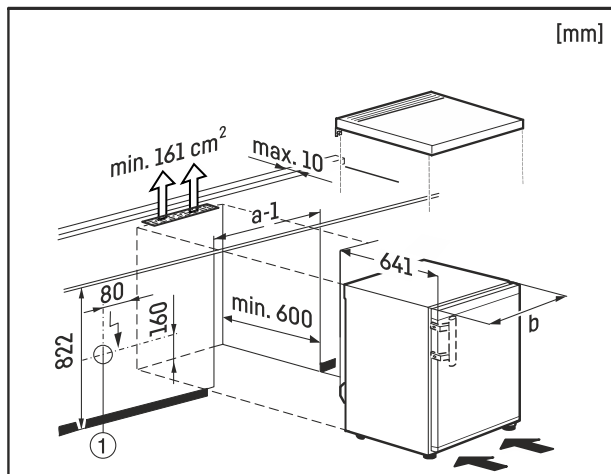

Fig. 9
La presa Fig. 9 (1) deve essere in questo caso disposta sul retro dell'apparecchio ed essere facilmente accessibile.